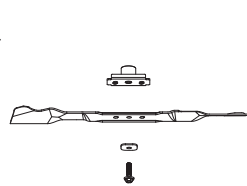

Fig.14B
- Coloca el adaptador para cuchillas en el cigüeñal (Fig.14B)
- Alinea la arandela sobre la hoja e inserta el perno hexagonal. Ajusta el perno hexagonal al par de torsión (Fig. 14B/C)